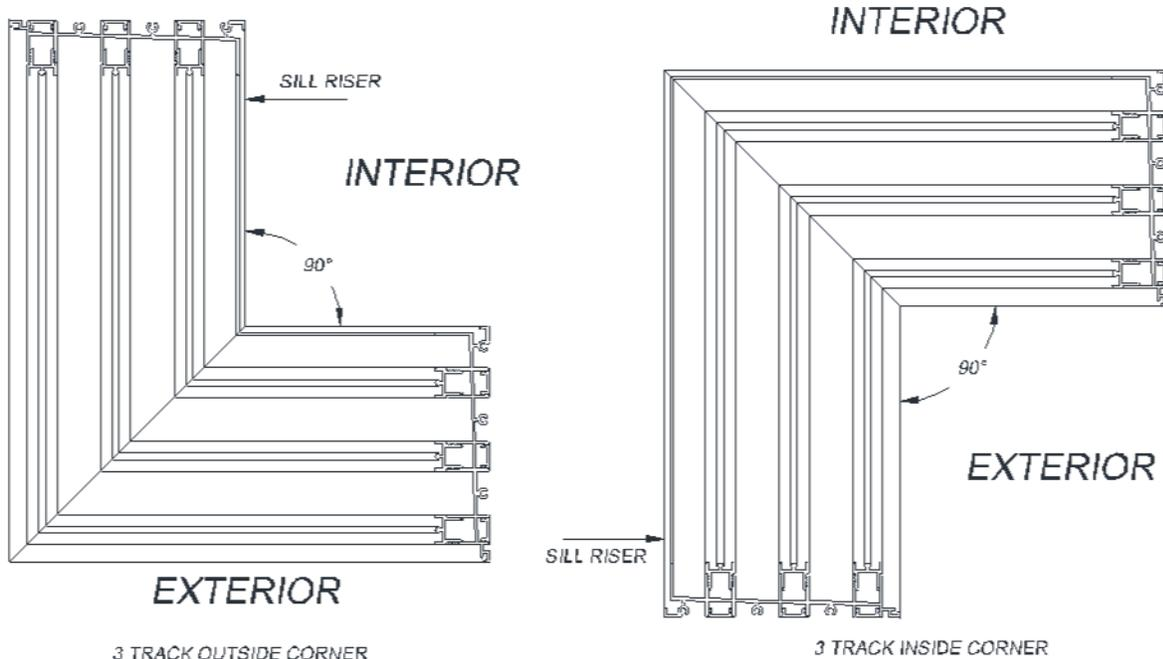

Figura 32
1. Determinar si la unidad es una esquina exterior o interior usando el levantador del umbral como guía y verifique que el marco está orientado hacia la dirección exterior correcta. El levantador del umbral permanecerá siempre hacia el interior de la abertura (Figura 32).